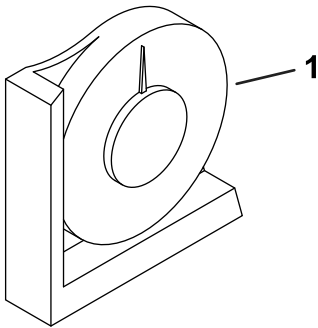

Figure 5
2. Vérifiez que la machine est de niveau en plaçant l'inclinomètre à main (fourni avec la machine) sur la traverse du cadre près du réservoir de carburant (Figure 5).